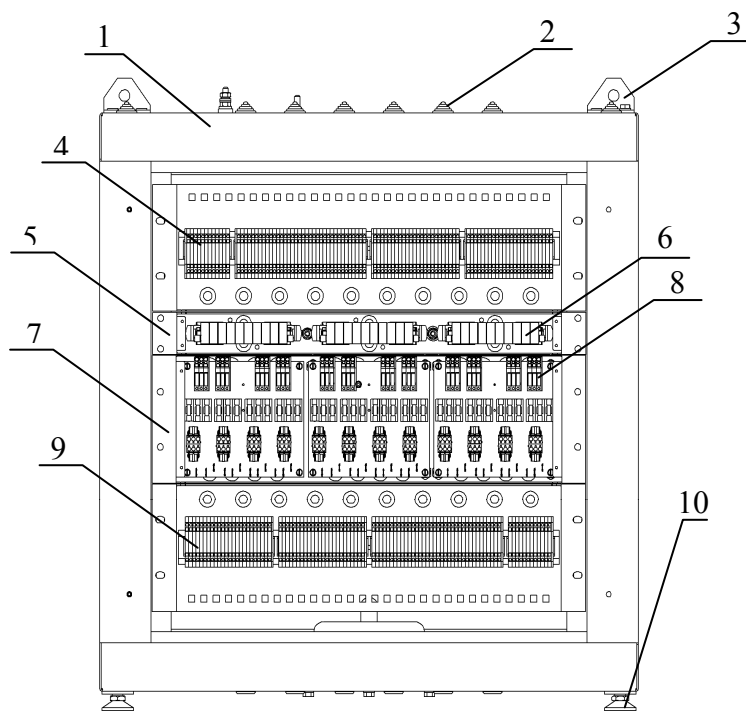

Рисунок 10 – ВЗУ-СДПС 30/12.
ШВЗУ-03 содержит (см. рисунок 10, 11):
1.4.2.3 Конструктивно ВЗУ1 выполнено в виде стандартного 19" модуля высотой 1U (см. рисунок 10, 11 – поз. 5).
Один ВЗУ1 содержит 3 десятипарных планта (см. рисунок 10 – поз. 6), в которые устанавливаются модули защиты ПНТ-230-1 ЕИУС.468240.118.400. Таким образом ВЗУ1 обеспечивает защиту 30 двухпроводных линий. Как правило через ВЗУ1 к СКУ подключают линии ПР.Ц, ПР.У1, ПУ. Кроме того, в случаях, когда МАГО, Речевые информаторы и АТС располагаются в других зданиях, цепи подключения к этим устройствам также необходимо подключать через ВЗУ1.
1.4.2.4 Конструктивно ВЗУ2 выполнено в виде стандартного 19" модуля высотой 3U (см. рисунок 10, 11 – поз. 7).
На плате ВЗУ2 установлена наборная разделительная клемма (см. рисунок 10 – поз. 8), которая обеспечивает оперативное отключение линий ГГО, и содержит гнезда для подключения измерительных приборов как со стороны СКУ, так и со стороны линий ГГО. Для размыкания линий необходимо повернуть оранжевый держатель разделительного ножа на 90°.